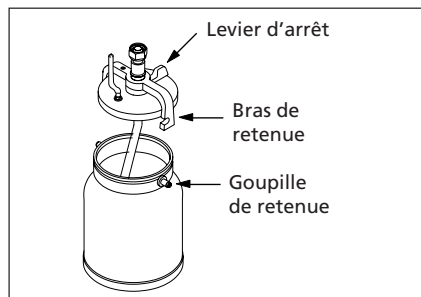

Figure 9 - Serrer le récipient
5. Diriger le levier de serrage dans le sens des aiguilles d'une montre dans la position fermée (Voir Fig. 9).